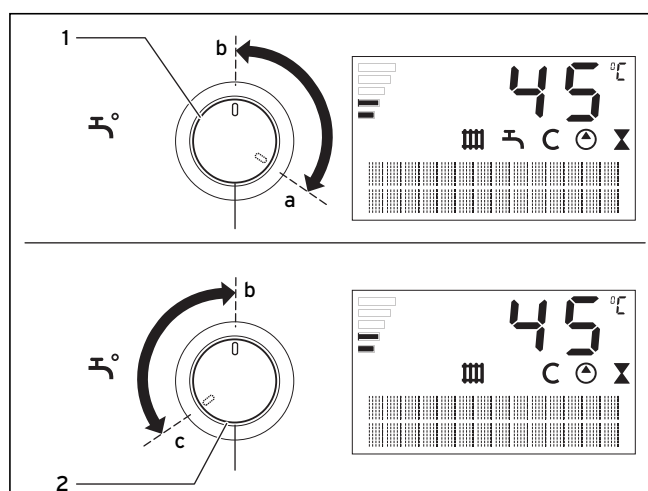

Fig. 4.7 Conectar y desconectar la función de arranque en caliente
La función de arranque en caliente se activa girando brevemente el mando giratorio (1) hacia la derecha hasta el tope (ajuste a). A continuación se selecciona la temperatura de salida del agua caliente deseada, p. ej. ajuste b, (véase fig. 4.7). El aparato automáticamente adapta la temperatura de mantenimiento a la temperatura de agua caliente ajustada. El agua templada se encuentra directamente disponible al realizar la toma; en la pantalla parpadea el símbolo C.